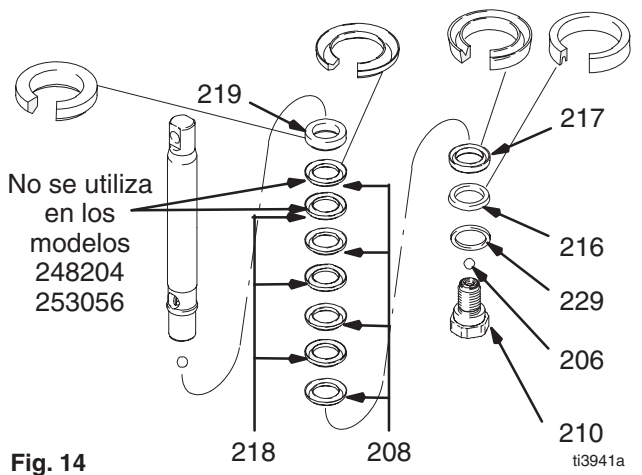

Fig. 14
Fig. 14. Antes de montar, empape todas las empaquetaduras de cuero con aceite SAE 30W durante 1 hora como mínimo. Coloque el casquillo macho (219) en el vástago del pistón. Coloque las empaquetaduras alternando las empaquetaduras UHMWPE (208) con las de cuero (218) (observe la orientación) en el vástago del pistón. Coloque el casquillo hembra (217). Coloque el seguidor del pistón (216) y la arandela de seguridad (229) (observe la orientación) en la válvula del pistón (210). El producto especial de sellado de las roscas de la válvula del pistón es válido para cuatro cambios de empaquetaduras. Después de estos cuatro cambios, aplique Loctite® en las roscas de la válvula del pistón.